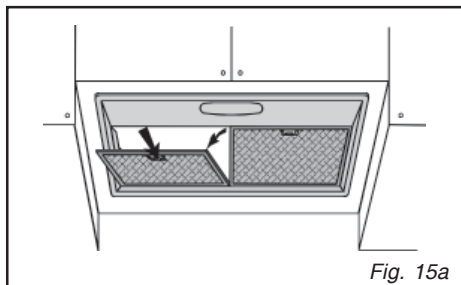

Fig. 15a
• Démontage du filtre à graisse (fig.15a - 15b)